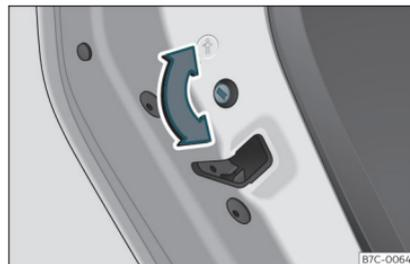

Fig. 81 Sicura per bambini della porta sinistra.
- Con la porta aperta, girare con la chiave del veicolo la fessura in senso orario per le porte a sinistra» **fig. 81** e in senso antiorario per le porte a destra.
- Con la porta aperta, girare con la chiave del veicolo la fessura in senso antiorario per le porte a sinistra» **fig. 81** e in senso orario per le porte a destra.